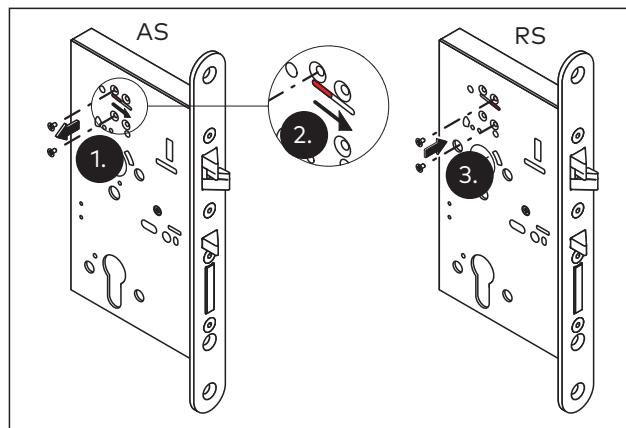

Fig. 10 Convertir d'émission à rupture de courant
2. Si nécessaire, remplacer l'émission de courant (AS) par la rupture de courant (RS) (Fig. 10).